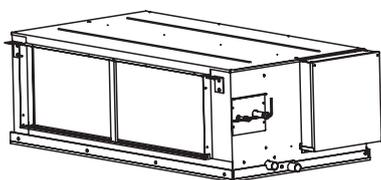
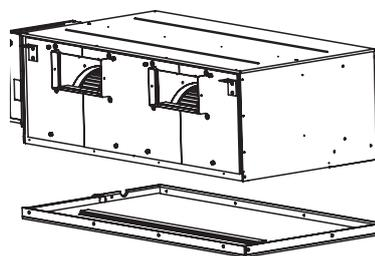

Рисунок 10.1
Рисунок 10.2
- 1) Выверните винты по периметру основания кондиционера, чтобы можно было снять это основание. (Рисунок 10.1, Рисунок 10.2)